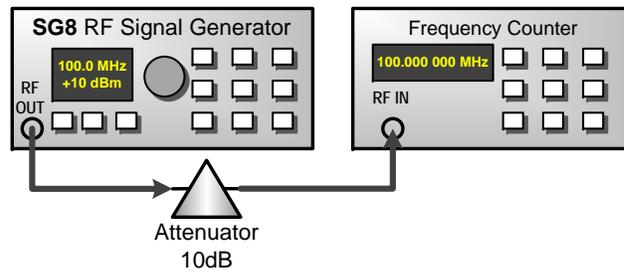

Рис. 6: Тест погрешности частоты
- Соедините приборы, как показано на рис. 6.